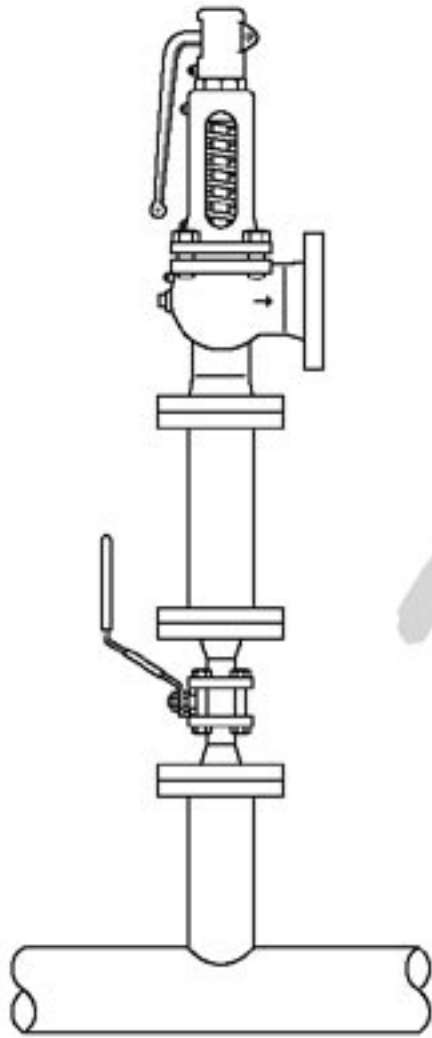

Fig. 4
- 6.3 Il est interdit d'isoler la soupape, c'est à dire, que la soupape ne doit pas avoir de robinet d'isolement (voir fig. 4).